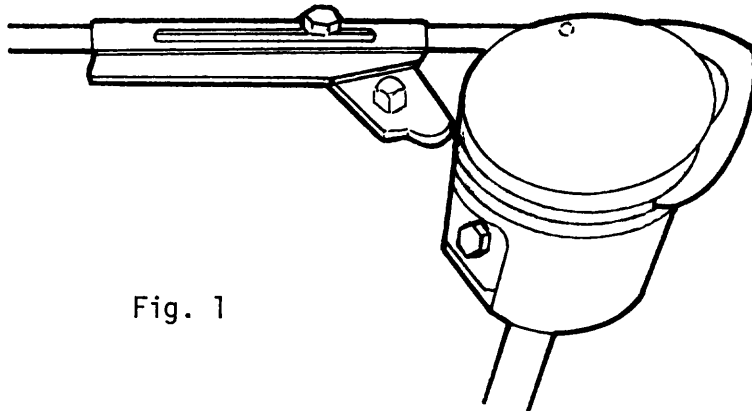

Fig. 1
- b Use la herramienta para limpiar las ranuras del pistón (fig. 1).